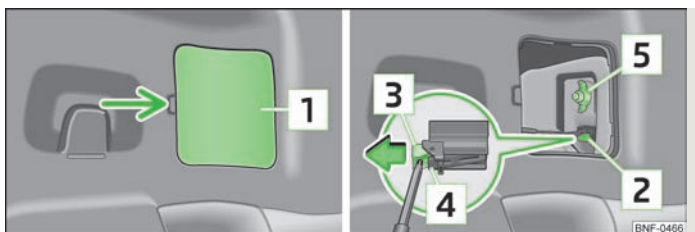

Fig. 124 Smontaggio luce retromarcia
- » Sollevare la calotta , inserire il cacciavite sotto il bordo inferiore del meccanismo di bloccaggio» fig. 124  » pagina 128, *Attrezzi di bordo* quindi estrarre il bloccaggio della spina  nella direzione indicata dalla freccia.